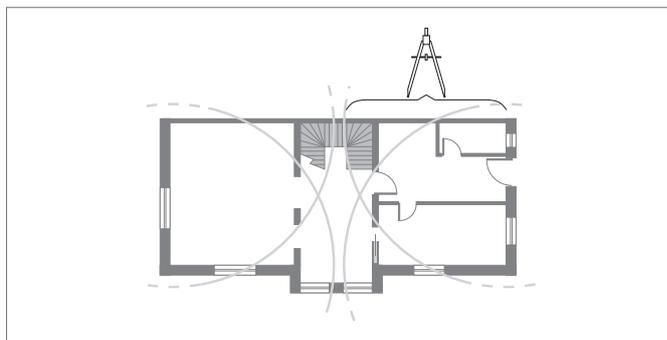

Рис. 3-1 Нанести дуги с рабочим радиусом¹⁾
2. На плане здания из наружных углов следует провести циркулем дуги (серые линии) (см. рис. 3-1):